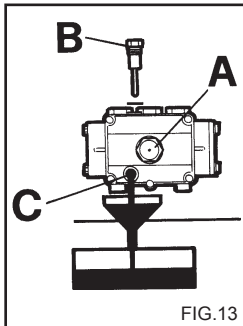

FIG.13
Необходимо производить регулярную проверку уровня масла в насосе высокого давления при помощи смотрового окошка (Рис.13А) или щупа (рис.13В). Норма соответствует середине смотрового окна.
1. Отверните крышку на заливной горловине (рис.13А).
под насосом (рис.13С).